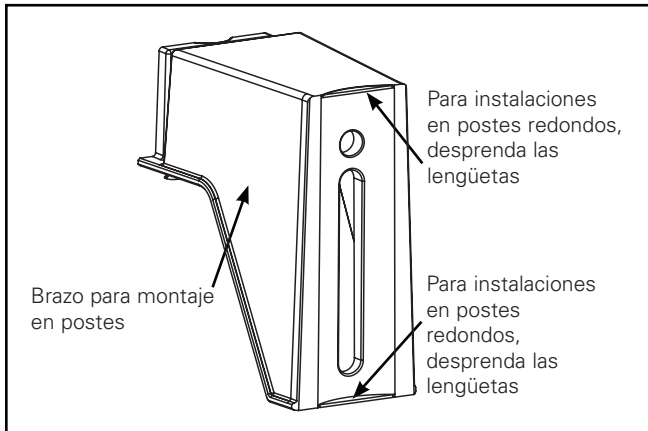
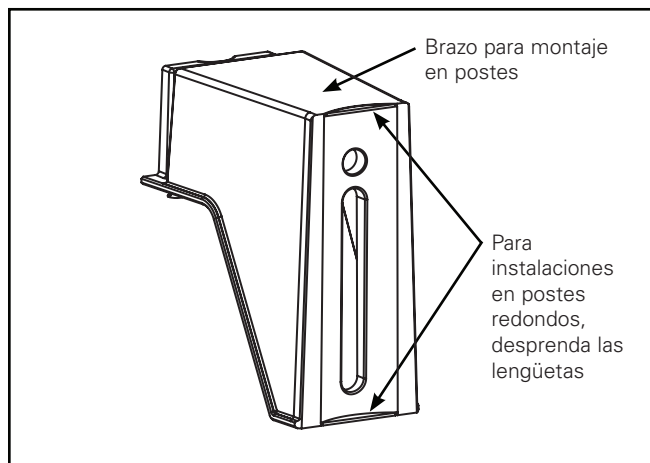

Figura 1.
**Figura 5.**
### Brazo del lado del alojamiento instalado en fábrica - Opción (Figura 1. – Figura 5.)
1. El brazo para montaje en postes está diseñado para un poste cuadrado o redondo. Para instalar la luminaria en un poste redondo se deberán retirar las lengüetas troqueladas del brazo de montaje. Sujete las lengüetas troqueladas con una pinza y despréndalas. (Figura 1.)
**Nota:** Asegúrese de que los terminales del lado de la alimentación de la luminaria no queden "mordidos" entre la cubierta y el brazo de montaje. (Figura 5.)